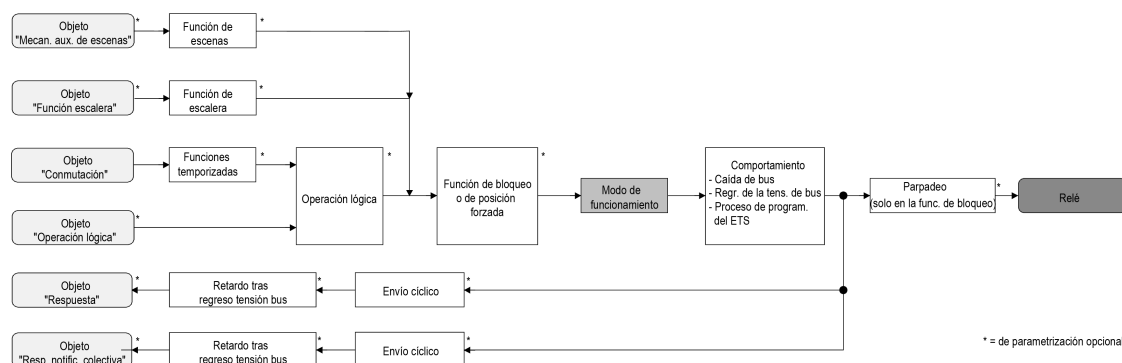

Figura 16: Esquema funcional "Modo de funcionamiento"
- i** El estado de conmutación lógico ("activado - 1" o "desactivado - 0") se ajusta a través del objeto de comunicación "Conmutación" y se ve afectado por las funciones que se pueden activar opcionalmente (p. ej., funciones temporizadas/de escalera, operaciones lógicas, funciones de bloqueo/forzadas, escenas) (figura 16).